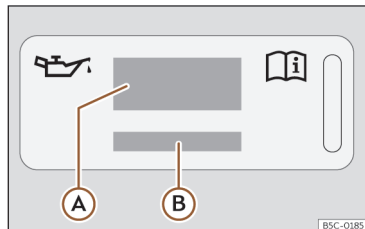
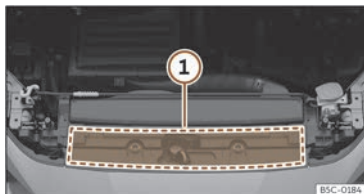

Fig. 242 Dans le compartiment moteur : étiquette d'huile moteur
Fig. 243 Dans le compartiment moteur : zone d'emplacement de l'étiquette d'huile moteur
Légende de la >>> **fig. 242** :
Si vous devez ajouter de l'huile moteur, utilisez l'une des huiles indiquées sur l'étiquette >>> **fig. 242**. L'étiquette avec la norme prescrite se trouve sur l'avant du compartiment moteur >>> **fig. 243** **(1)**. Si vous utilisez l'huile moteur recommandée, vous pouvez corriger le niveau de remplissage autant de fois que nécessaire.
- En cas d'absence de l'étiquette avec la spécification de l'huile moteur >>> **fig. 242**, contactez un atelier spécialisé.